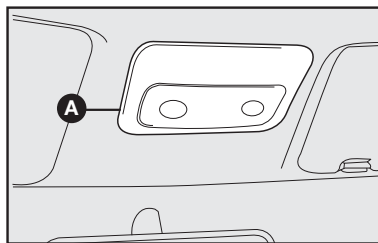
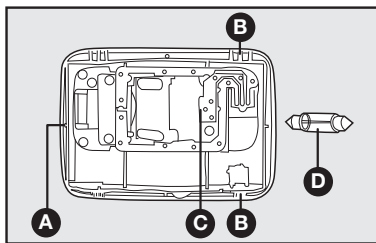

fig. 25
fig. 26
CONJUNTO DA LUZ INTERNA - figs. 25 e 26
- com uma chave de fenda no ponto **A**-fig. 25, remover o conjunto da luz interna montada a pressão pelas travas **B**-fig. 26.
- retirar o refletor recolocando a nova lâmpada na sede **C**-fig. 26 e substituir a lâmpada cilíndrica **D**.